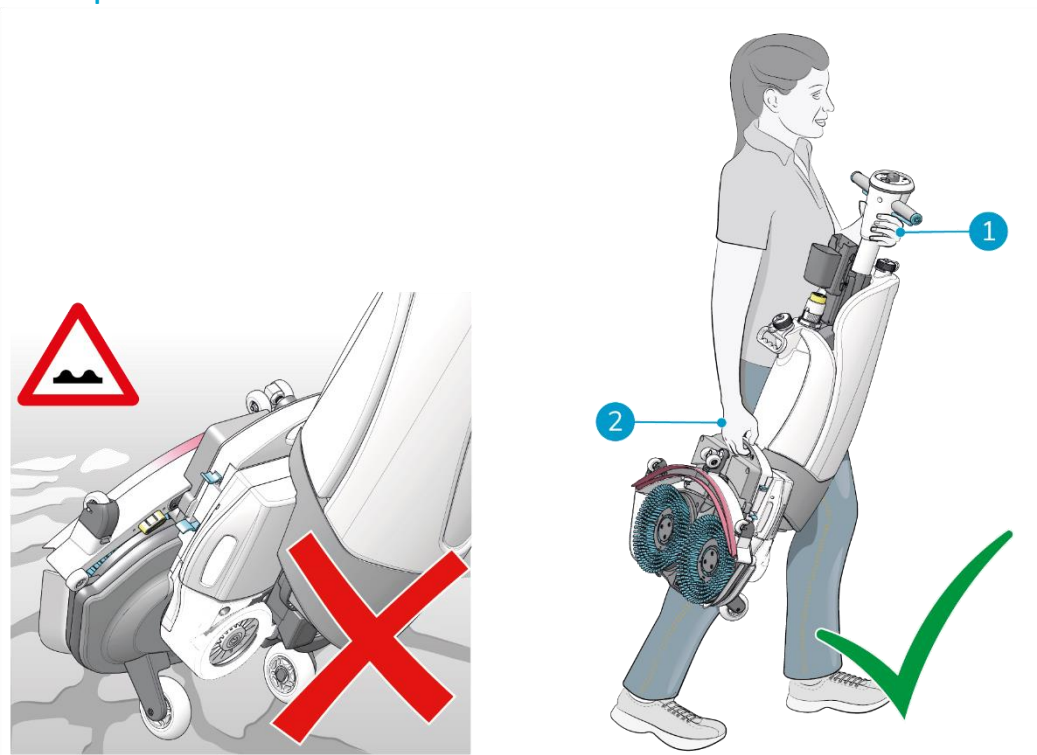

Figura 7
2. Transportar a i-mop XL Pro com uma mão (Figura 7, pos. 2) enquanto segura a pega com a outra mão (Figura 7, pos. 1).